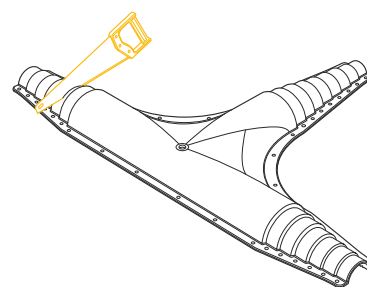

Рис. 4.7.1
1. Обрезать концы верхней и нижней половин защитного кожуха по уровню метки, соответствующей наружному диаметру защитной оболочки трубы (рис. 4.7.1).